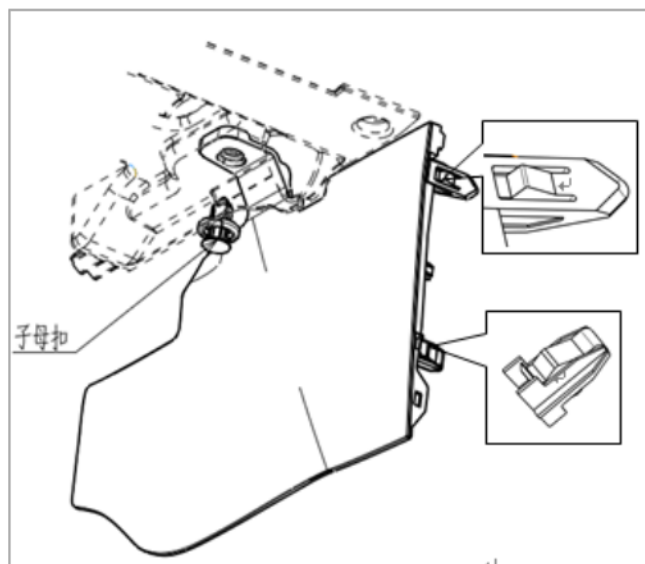

图 1.6.4 左前护板的拆卸
- (1) 使用一字螺丝刀将子母扣拆除，卸下隔音板；
- (2) 右手用力顶着副仪表板本体，左手把左前护板上沿用力往外拉，使如图1.6.4所示的两个安装卡脚全部脱离，然后往后抽出盖板。
- (3) 安装：先把左前护板前端卡脚卡入空调箱体配合孔，再把左前护板后端配合孔对准副仪表板本体卡脚卡入，然后使左前护板后部两个卡脚与相对的副仪表本体上的安装孔对准，用合适的力使卡扣安装紧凑，确保安装外观。